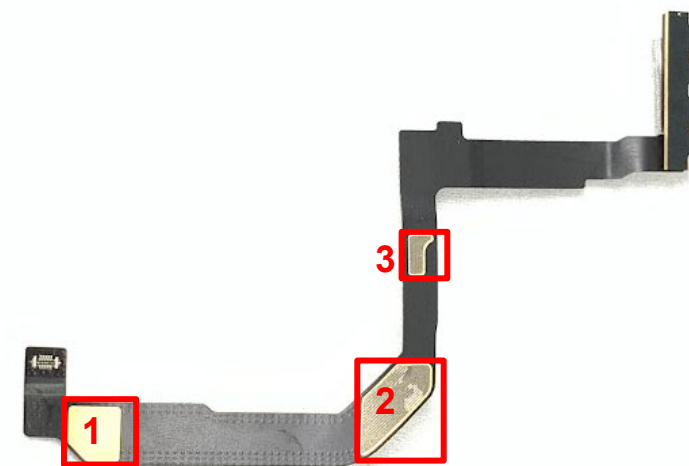

Fig. 1
- Retirez les trois adhésifs présents sur le **circuit flexible du module mmWave** (fig. 1) en veillant à ne pas endommager le corps du câble (fig. 2 et 3).